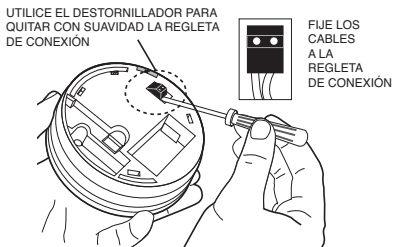

Figura 10b
4. Con un pequeño destornillador, levante el bloque de terminales verticalmente (véase la Figura 10b).
5. Atornille los dos cables en el bloque de terminales (véase la Figura 10b). A continuación, presione con cuidado el bloque de terminales de nuevo sobre los dos pines en la base.